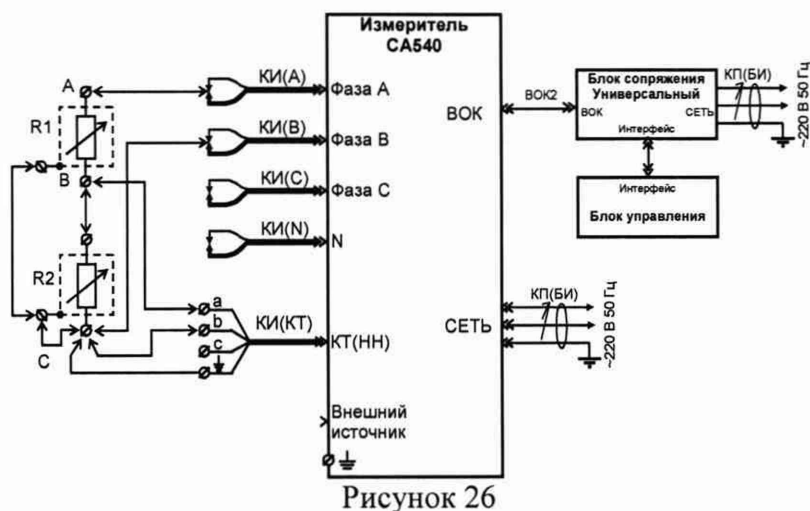

Рисунок 26
8.12.21 Подключите вывод "а" кабеля КИ(КТ) к точке "С" делителя, а вывод "b" кабеля КИ(КТ) – к точке "В" (рисунок 26).